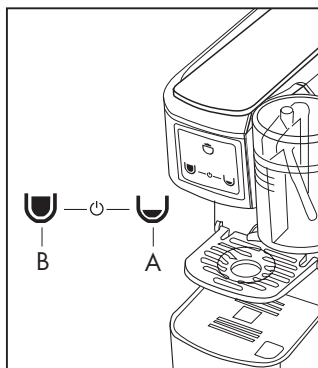

Fig. 4
- Encienda la máquina presionando uno de los símbolos (A) o (B) o contemporáneamente los 2 símbolos (A) y (B). **(Fig. 4)**
- Los botones situados en el panel de mandos (2) comenzarán a parpadear; cuando se iluminan permanentemente la máquina está lista para su uso **(Fig. 4)**
- Controle que no haya cápsulas en el interior de la máquina y que haya agua en el depósito (8); encienda la máquina pulsando uno de los símbolos (A-B) o contemporáneamente los 2 símbolos (A-B) **(Fig.4)**.